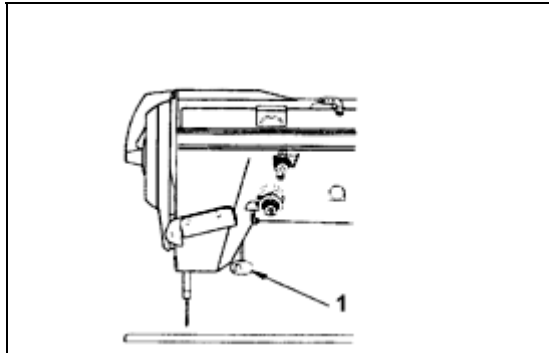

Fig. 29
Empurre para trás a chave de retrocesso (1), Fig. 29, para costura em retrocesso. A máquina continuará costurando em avanço reverso enquanto a chave de retrocesso estiver pressionada.